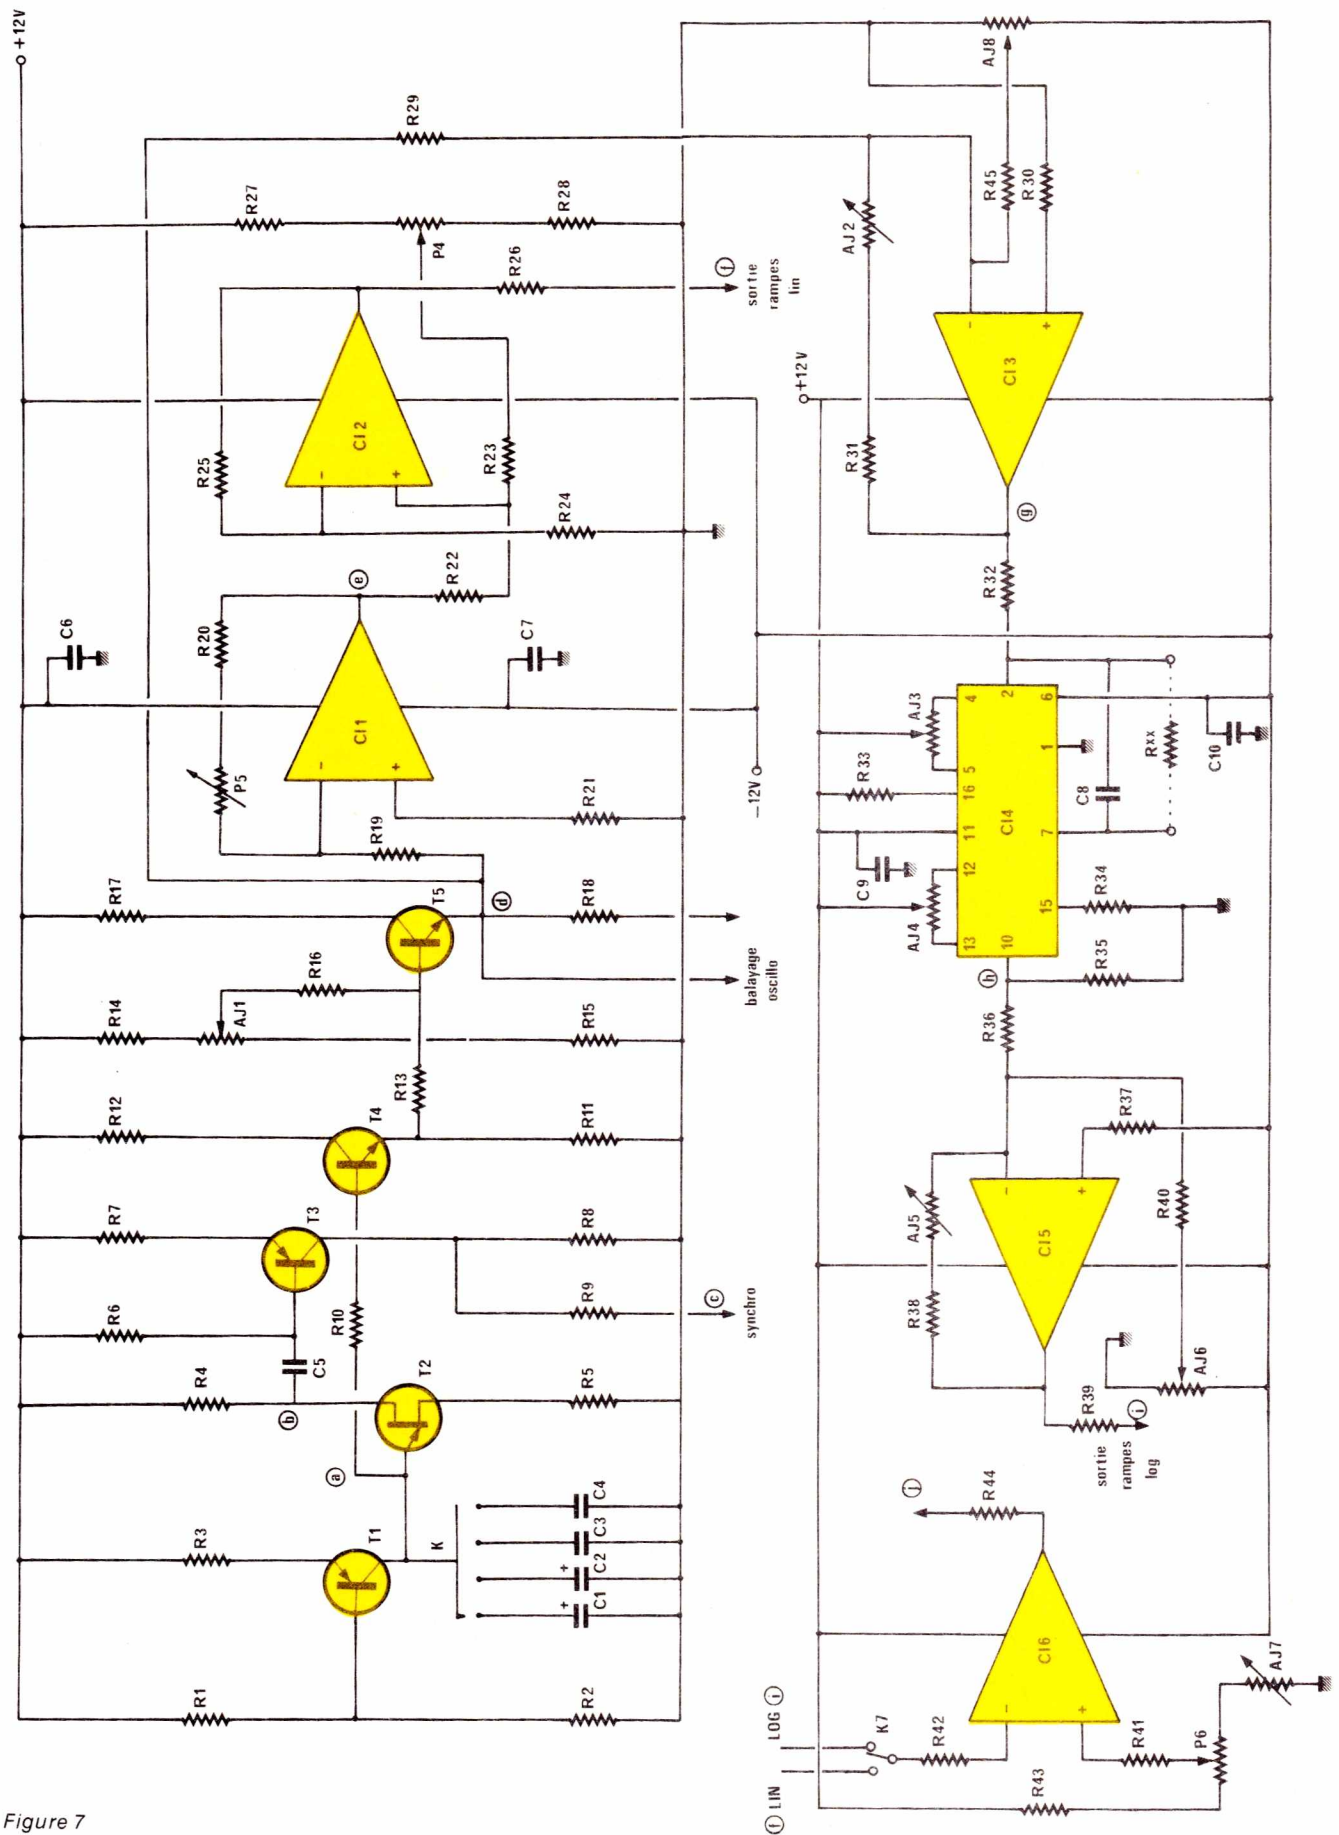
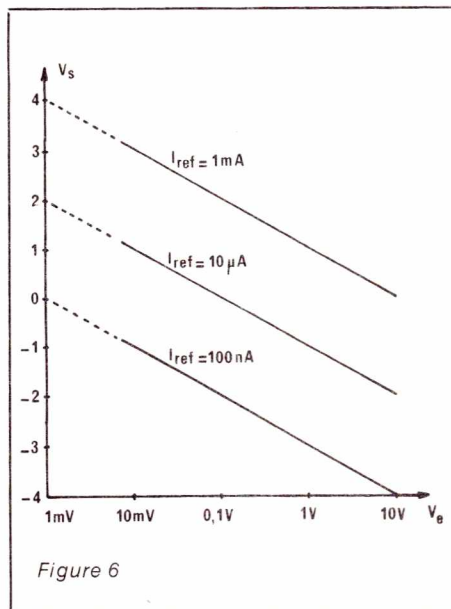

Figure 7
Figure 6
Leur apparente complexité, manifeste à l'examen du schéma complet de la **figure 7**, résulte en fait de l'assemblage de nombreux circuits élémentaires, dont chacun résout l'un des problèmes posés. Nous commencerons par analyser ceux-ci, donc par dresser le cahier des charges : l'architecture adoptée en découlera logiquement.
La figure 6 donne, pour une résistance d'entrée de 10 k Ω , et différentes valeurs de l'intensité de référence I_{ref} , l'allure de la fonction de transfert entre la tension d'entrée et celle de sortie (l'échelle est logarithmique en abscisse). Ces courbes, d'ailleurs, ne font que traduire l'équation (4).
Il s'agit, rappelons-le, de la carte 2 du synoptique publié dans le numéro 414 de la revue. Nous en donnons le schéma complet en figure 7 de cet article. Pour permettre de bien suivre la progression adoptée dans la génération et le traitement des signaux, nous effectuerons l'exposé
Les courbes de la figure 6, établissant la fonction de transfert en tension du convertisseur ICL 8048, montrent que, dans les conditions d'utilisation choisies, une exploitation complète de la dynamique exige des tensions d'entrée variant de quelques millivolts à 10 volts. Nous n'en disposons pas encore, puisque celles du point C de la figure 7 (émetteur de T_5) n'atteignent que 6 volts.
On branchera la voie 1 de l'oscilloscope sur l'émetteur de T_2 , (point a figure 7), et la voie 2 au pied de la résistance R_4 (point b). Les signaux doivent être ceux de l'oscillogramme A (voir sa légende). Si on excepte (une fois pour toutes) les erreurs de